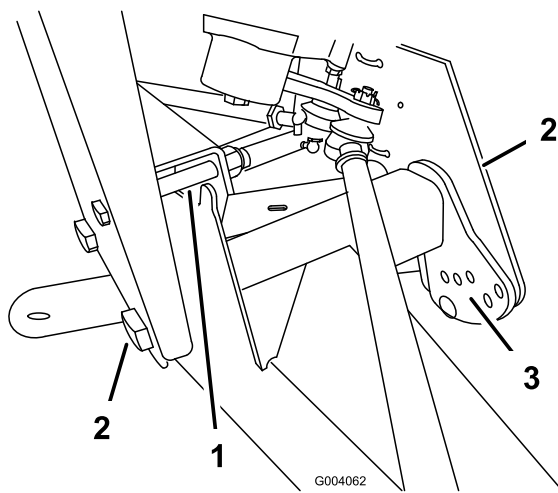

Bild 41
2. Entfernen Sie die Anschlagschraube (Bild 41).
3. Lockern Sie die Zentrierschrauben im vorderen A-Arm (Bild 41).
4. Entfernen Sie die Fahrhöhe-Einstellschraube (Bild 41).
5. Drehen Sie den vorderen A-Arm in die gewünschte Stellung (siehe die nachstehenden Hinweise) und schrauben die Fahrhöhe-Einstellschraube wieder ein (Bild 41).
7. Ersetzen Sie die Anschlagsschraube (Bild 41).